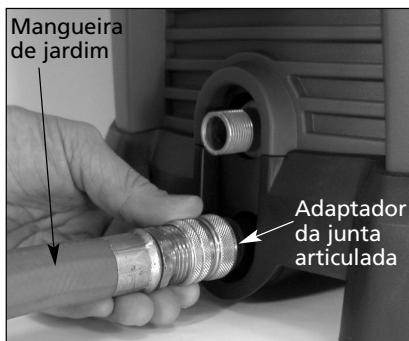

Figura 7 - Conexão da mangueira de jardim
2. Conecte a mangueira de jardim ao adaptador da junta articulada conforme mostrado na Figura 7.